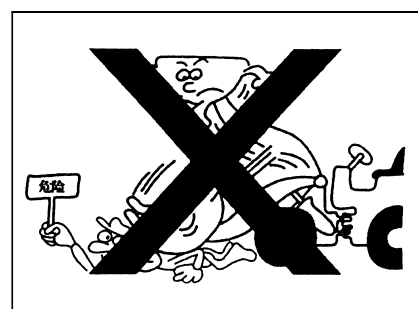

Рис. 1-94
- Посторонним запрещено входить в рабочую зону. Так как рабочее устройство поднимается, опускается, вращается влево, вращается вправо, перемещается вперед и назад, поэтому вокруг рабочего устройства (под ним, его передняя зона, его задняя зона, внутри него, на его обеих сторонах) опасно, запрещается входить. Если нет возможности работы (проверки), следует крепить рабочее устройство безопасными опорами и безопасными блоками (рис. 1-94).